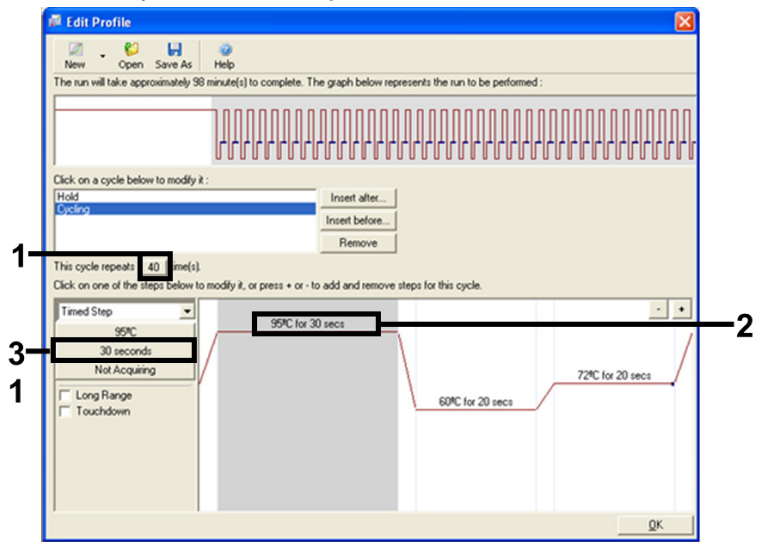

Figura 6. Fase di ciclaggio a 95 °C.
8. Impostare 40 come numero di ripetizioni del ciclo. Selezionare il primo passaggio e impostare su 95 °C per 30 secondi (Figura 6).